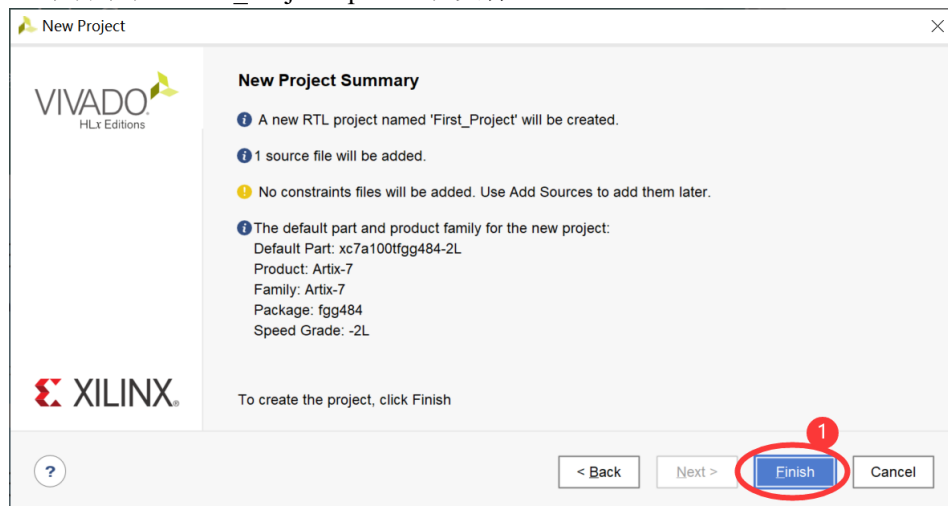

图3.10 新建工程总览
(7) **完成新建工程。**弹出的对话框概览了新建工程的信息，如图 3.10 所示，直接单击“Finish”按钮，就完成了这个新工程的创建工作。这时，在前述指定的目录下，就自动建立了一些子目录和“First_Project.xpr”工程文件。